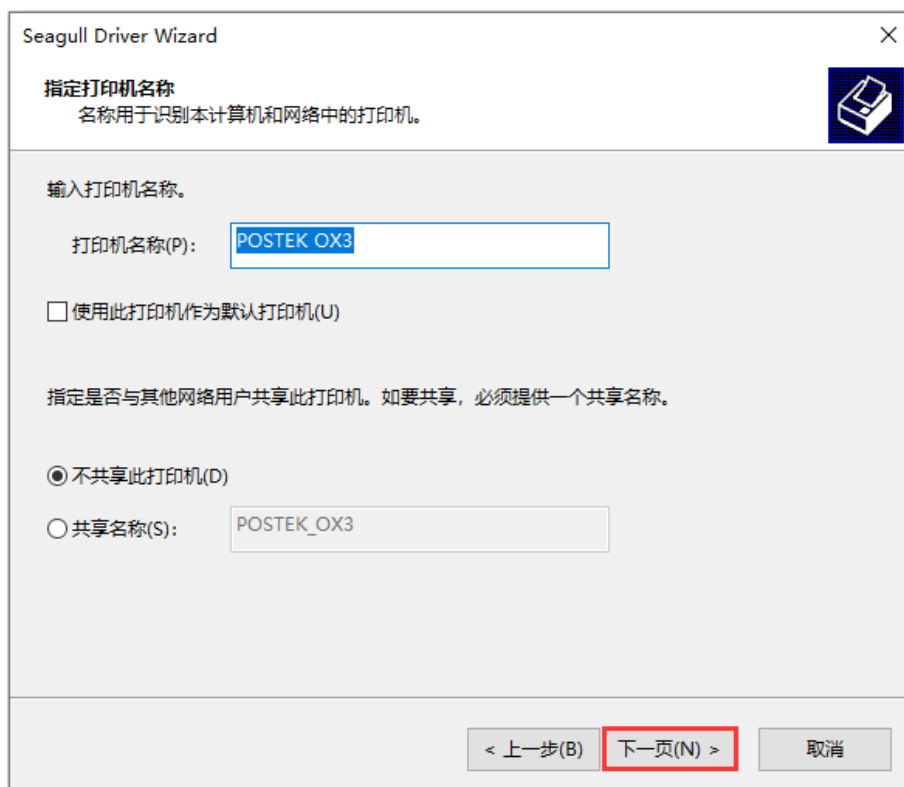

图 2-55 指定打印机名称界面
10. 在“指定打印机名称”界面中，设置打印机名称以及是否将打印机作为默认打印机，如图 2-55 所示，然后点击“下一页(N)”，完成驱动安装；